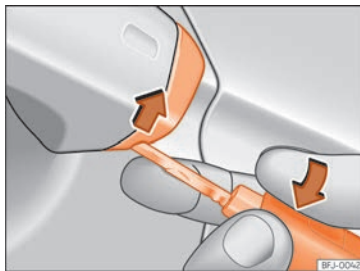

Fig. 87 Manípulo da porta do condutor: soltar a tampa fazendo alavanca.
- Introduza o palhetão na abertura inferior da tampa do manípulo da porta do condutor » **Fig. 87** e retire a tampa de baixo para cima.